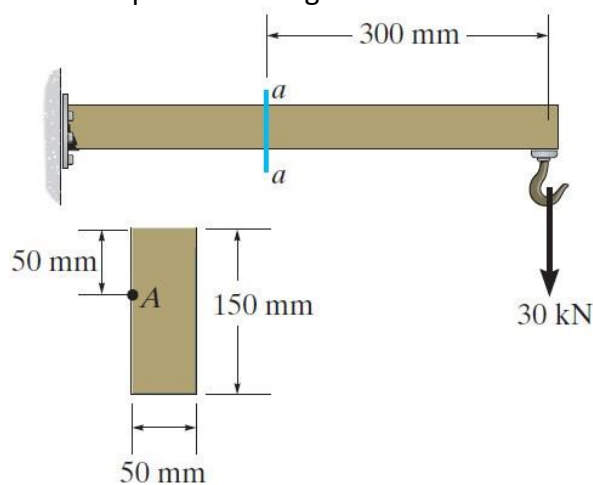

Figura 4.6
4.2.3 Trace o estado de tensão do ponto A da Figura 4.6.